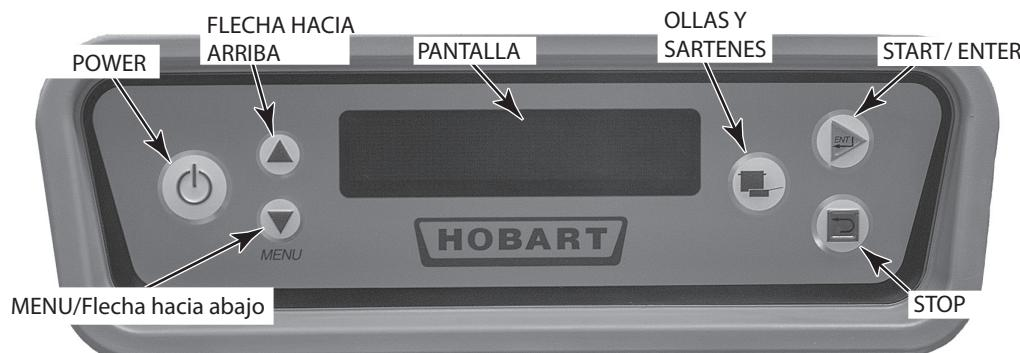

Figura 30
Los controles se ubican en la parte superior del lavavajillas. El teclado y la pantalla se encuentran al frente de la caja de control (Figura 30).
Cierre todas las puertas. Para comenzar el llenado una vez que la máquina está lista, presione el botón POWER (Figura 30).
5. Presione el botón POWER en el teclado (Figura 30). El lavavajillas se llenará automáticamente (consulte la sección "Llenado del lavavajillas" en esta misma página). Una vez que el tanque está lleno, se encenderá el quemador si se requiere aplicar calor. El sistema de ignición considera un período de 15 segundos de purga antes de comenzar su labor.
6. Si el lavavajillas no funciona, presione el botón POWER en el teclado (Figura 30) y cierre la válvula manual de gas. Comuníquese con el servicio técnico de Hobart o con el proveedor local de gas.
Una vez que la máquina se ha llenado, haga funcionar las bombas presionando el botón START / ENTER en el teclado (Figura 30) o insertando una canastilla en la máquina.
La opción estándar de detención de la cinta transportadora permite que el operador la detenga para lavar más a fondo la vajilla demasiado sucia durante un tiempo más prolongado. Presione DOWN ARROW (flecha descendente) ubicada en el teclado (Figura 30) hasta que el símbolo '<' se muestre a la izquierda de 'CONVEYOR DWELL' (detención de la cinta). Cuando la canastilla llegue a la cámara de lavado, presione ENTER en el teclado (Figura 30) para detener momentáneamente la cinta transportadora. Para reiniciar el movimiento de la cinta, presione el botón START/ENTER en el teclado (Figura 30). **NOTA:** En todos los modelos CLeN (excepto los modelos VL), la unidad continuará funcionando en modo de espera hasta que se presione la el botón ENTER (Ingresar) o STOP (Detener). En los modelos CLeN-VL, la unidad se detendrá después de 30 minutos de espera.
Si la canastilla se atasca o si la carga es excesiva, un mecanismo de sobrecarga apaga el motor de la cinta transportadora y en la pantalla se lee "Clear Conveyor Jam" (despeje el atasco en la cinta transportadora). Abra las puertas y elimine el atasco. Una vez eliminado, cierre las puertas y pulse el botón START/ENTER en el teclado (Figura 30) para reiniciar el funcionamiento del lavavajillas.
En pantalla aparecen todas las temperaturas del tanque (Figura 30) cuando la máquina está funcionando. La temperatura "Final Rinse" muestra unas rayas (---) hasta que una canastilla ingresa a la zona de enjuague. Luego se lee "Final Rinse". Una vez que la vajilla abandona la zona de enjuague, Final Rinse vuelve a mostrar ---.
En caso de que no ingrese ninguna canastilla a la máquina por un tiempo preestablecido, el temporizador automático inicia la cuenta regresiva y las bombas y la cinta transportadora se apagan para ahorrar energía. El tanque continúa calentándose y en pantalla se muestran las diversas temperaturas. Para reanudar el funcionamiento, inserte una canastilla o presione el botón START/ENTER en el teclado (Figura 30).
Luego de un período de inactividad de la máquina, el control inicia el modo Ahorro de Energía (ESM): todos los componentes de la lavadora de utensilios se apagan y la pantalla de control se atenua mostrando la leyenda "Energy Saver Active/Press STOP to Exit" (Modo ahorro de energía activo. Presione STOP para salir). Para salir del modo Ahorro de Energía presione el botón STOP (Figura 30). Puede presionar el botón POWER para apagar completamente la máquina. El tiempo de inactividad de la máquina antes de ESM se puede establecer entre 1 y 6 horas en el "Menú Parámetros". La configuración de fábrica es de 2 horas. Consulte la página 36.
1. Presione el botón POWER en el teclado para apagar la máquina (Figura 30).